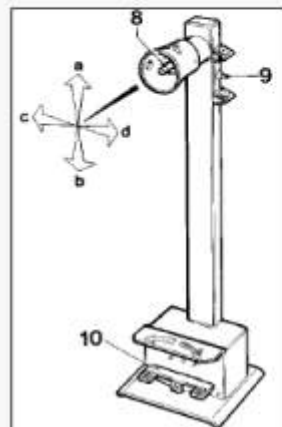

Рисунок 7
Мобильная стойка управления (рис. 7) позволяет оператору выбрать рабочее положение, наиболее удобное для каждого из случаев. На этой стойке сконцентрированы все команды, а именно: манипулятор 8 (рис. 7) в положении «а» поднимает кронштейн самоцентрирующейся цапги; в положении «б» - его опускает; в положении «с» приближает инструментальную каретку и мобильную платформу к самоцентрирующейся цапге; а в положении «д» - отдаляет.
- выключатель 9 (рис. 7): при повороте вверх открывает зажимы самоцентрирующейся цапги (блокирует); при повороте вниз закрывает зажимы (разблокирует).
- педаль 10 (рис. 7): при нажатии на правую или левую сторону вращает самоцентрирующую зажимную цапгу соответственно направлению стрелок.